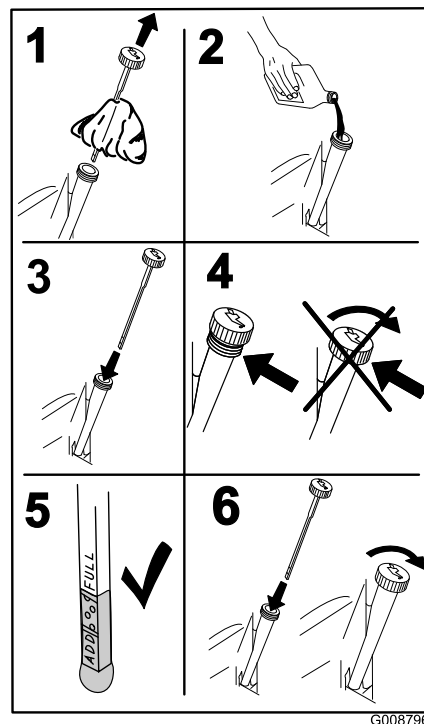

Figura 45
- Vierta lentamente un 80% aproximadamente del aceite especificado por el tubo de llenado, luego añada lentamente el resto del aceite hasta que llegue a la marca **Full** (Figura 45).